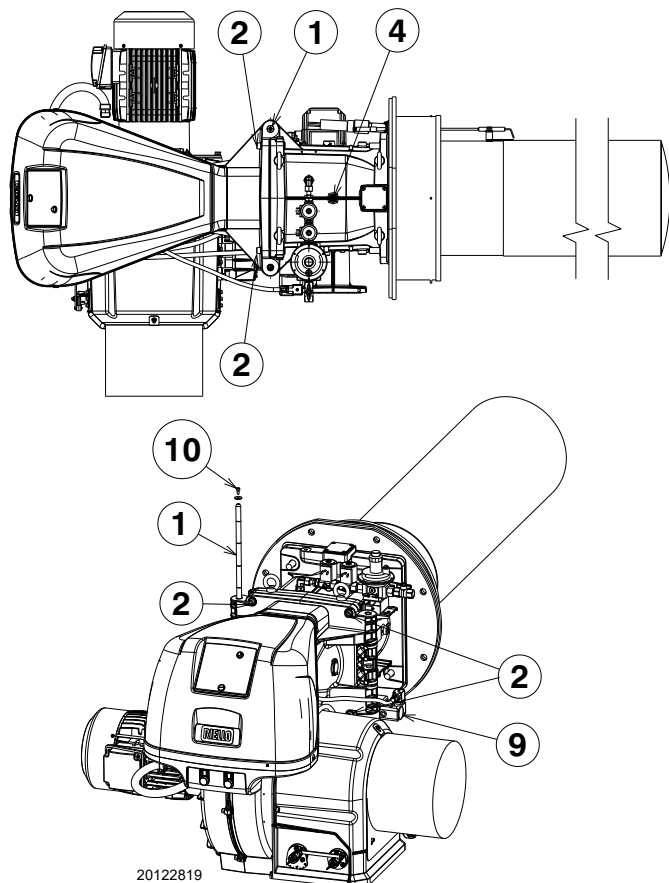

Fig. 20
Il bruciatore esce dalla fabbrica predisposto per l'apertura verso sinistra, mantenendo quindi il perno 1)(Fig. 20) in sede.
- A scollegare la spina/presa 9)(Fig. 20) del pressostato gas di massima;
Per l'apertura del bruciatore dal lato opposto, prima di togliere il perno 1)(Fig. 20), verificare che le 4 viti 2) siano serrate.
- H scollegare la presa 9)(Fig. 20) del pressostato gas di massima, poi procedere come sopra descritto al punto C).